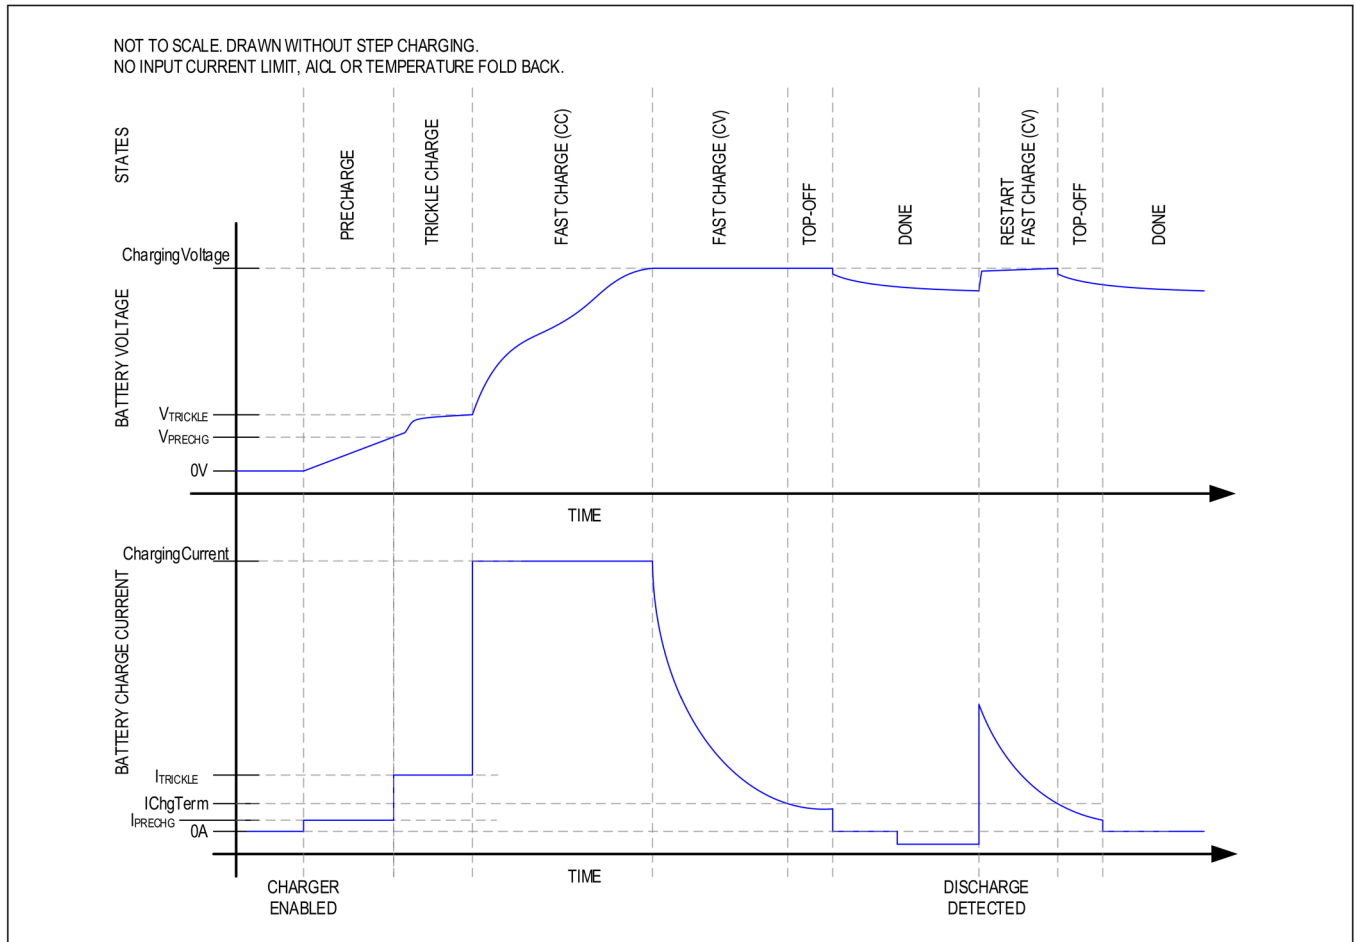

図 1. リチウム・イオン/リチウム・ポリマー・バッテリーの充電プロファイル
リチウムイオン/ポリマー・バッテリはエネルギー密度が非常に高く、メモリ効果が最小限に抑えられていて自己放電量も小さいので、様々なポータブル電子デバイスに広く使われています。しかし、過熱や過充電は危険な結果や爆発を引き起こすおそれがあるので、これを避けるために十分な注意が必要です。リチウムイオン/ポリマー・バッテリは、安全な温度範囲、安全な電圧、および安全な電流レベルで使用することにより、その全寿命期間を通じて全般的な安全を確保することができます。MAX77972 は AccuCharge 技術を使用し、JEITA プロファイル、ステップ充電、およびバッテリ温度に基づいて、充電時の電圧と電流を動的に制御します。バッテリ電圧が低い場合 (予備充電)、低温時や高温時、あるいはバッテリ電圧がバッテリ・レギュレーション電圧に達したときは、充電電流が減少します。図 1 に、ステップ充電なしで目標充電電流と充電電圧を変化させる JEITA プロファイルを使用した場合の充電プロファイル例を示します。リアルタイムの目標充電電流と充電電圧は ChargingVoltage レジスタと ChargingCurrent レジスタに格納され、温度とステップ充電によって自動的に調整されます。設定の詳細は、急速充電 - ステップ充電および急速充電 - JEITA のセクションに示す nIChgCfgl/2、nVChgCfgl/2、nStepVolt、nStepCurr、および nTPrtTh1、nTPrtTh2 を参照してください。
**急速充電/ステップ充電:** 急速充電段階では、バッテリがこの端子電圧まで充電されます。図 1 に示す充電プロファイルでは、単純化のためにステップ充電をディスエーブルしてあります。詳細設定については急速充電 - ステップ充電のセクションを参照してください。
- 図 1 に示す充電プロファイルでは、単純化のためにステップ充電をディスエーブルしてあります。詳細設定については急速充電 - ステップ充電のセクションを参照してください。